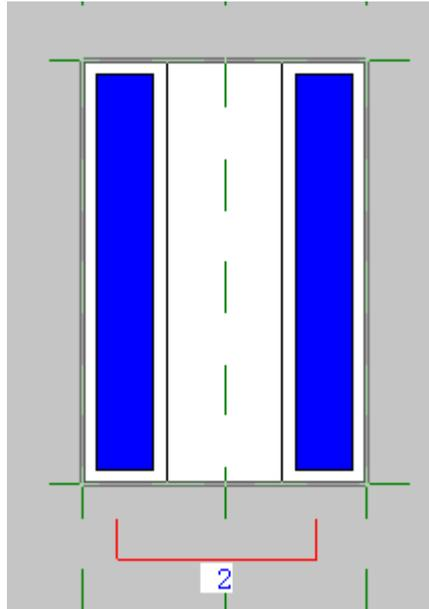

图 19.12-13
- 选择阵列的单扇窗，选择出现的阵列数（如图 19.12-13 所示）。